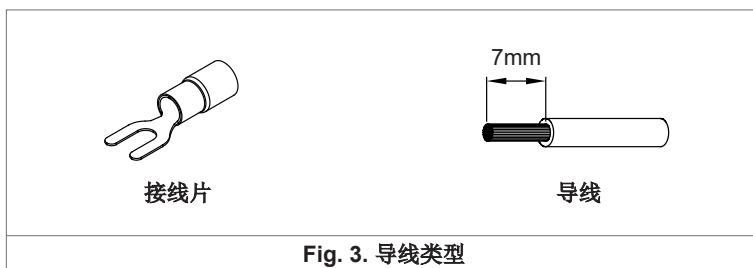

Fig. 3. 导线类型
(1) 扭矩不应该超过 13 Kgf.cm。剥线的长度不应该超过 0.275" 或者 7mm (依据 Fig. 3)。